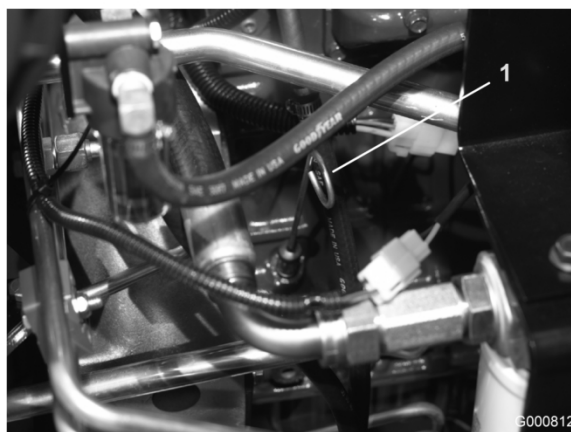

図 17
2. デイップスティック（図 17）を抜き、ウェスで拭いてもう一度差し込む。再び引き抜いて油量を点検する。FULL 位置までであればよい。